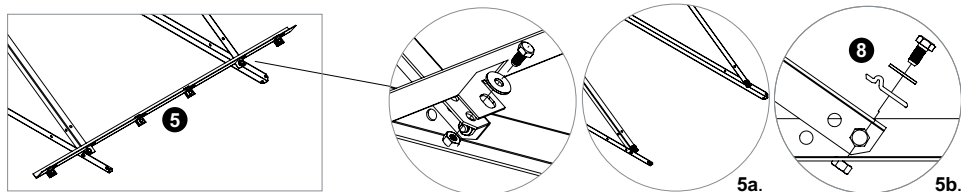

Figura 2.5
- 5 Solo in caso di sistema a due collettori (BIASISOL CN BLACK 200-2 e CN BLACK 300-2), posizionare la barra **5** (Figura 2.5) sulla parte inferiore e, negli appositi spazi, posizioniamo i quattro elementi di fissaggio in alluminio senza stringere i bulloni M8 con i dadi.
Il collettore va fissato con i due elementi di fissaggio in alluminio così come descritto nelle immagini **5a** e **5b** (Figura 2.5).